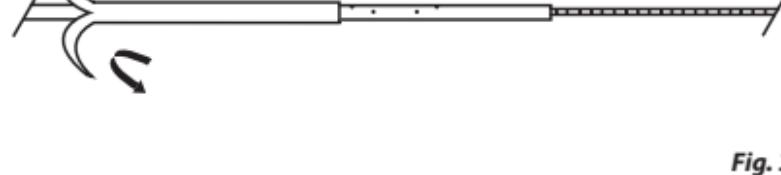

Fig. 3
c) Etter innledende innføring av kateteret over ledavaieren, trekker du utretteren tilbake og skræller den av slik at kateteret kan føres inn. (Fig. 3)